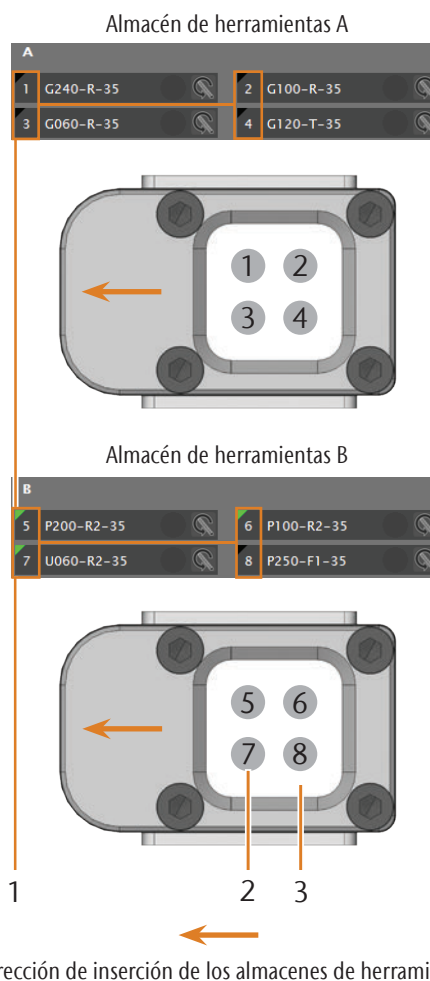

FIG. 16: COMPARACIÓN DE SOFTWARE CNC Y ALMACENES DE HERRAMIENTAS
- Las posiciones de las herramientas en los bloques deben coincidir con las posiciones de herramientas en DentalCNC (↗ Fig. 16).